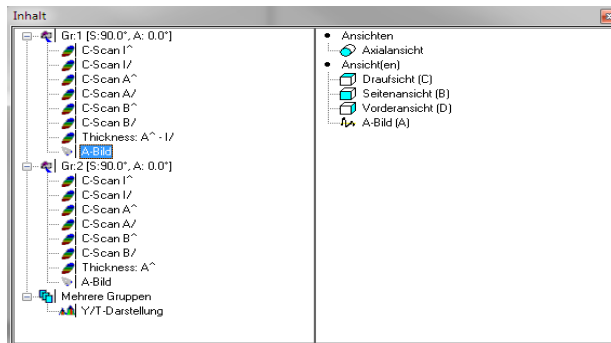

Abbildung 4-37 Dialogfelds Inhalt (Beispiel)
2. Klicken Sie in der Menüleiste auf **Ansicht > Inhalt** oder klicken Sie in der Symbolleiste für Ansichten auf , um das Dialogfeld **Inhalt** einzublenden (siehe Abbildung 4-37 auf Seite 277).